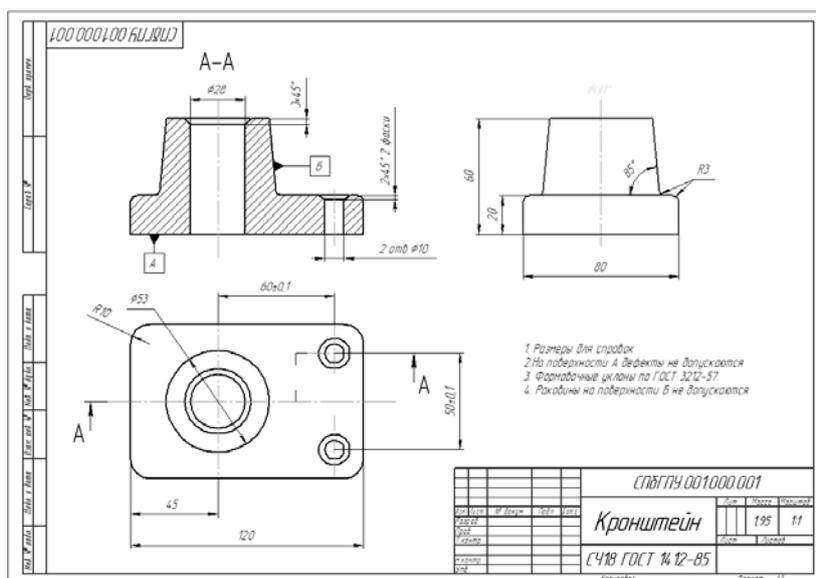

Рис. 9.4. Ассоциативный чертёж детали Кронштейн.
19. В чертеже теперь находится три вида с изображением *Кронштейна*. После простановки размеров и обозначений мы получаем чертёж, изображённый на рис. 9.4.